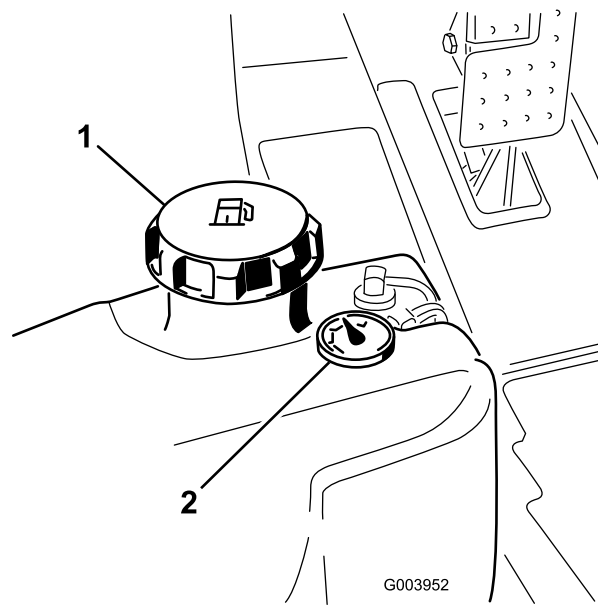

Bild 33
1. Schrauben Sie den Tankdeckel ab (Bild 33).